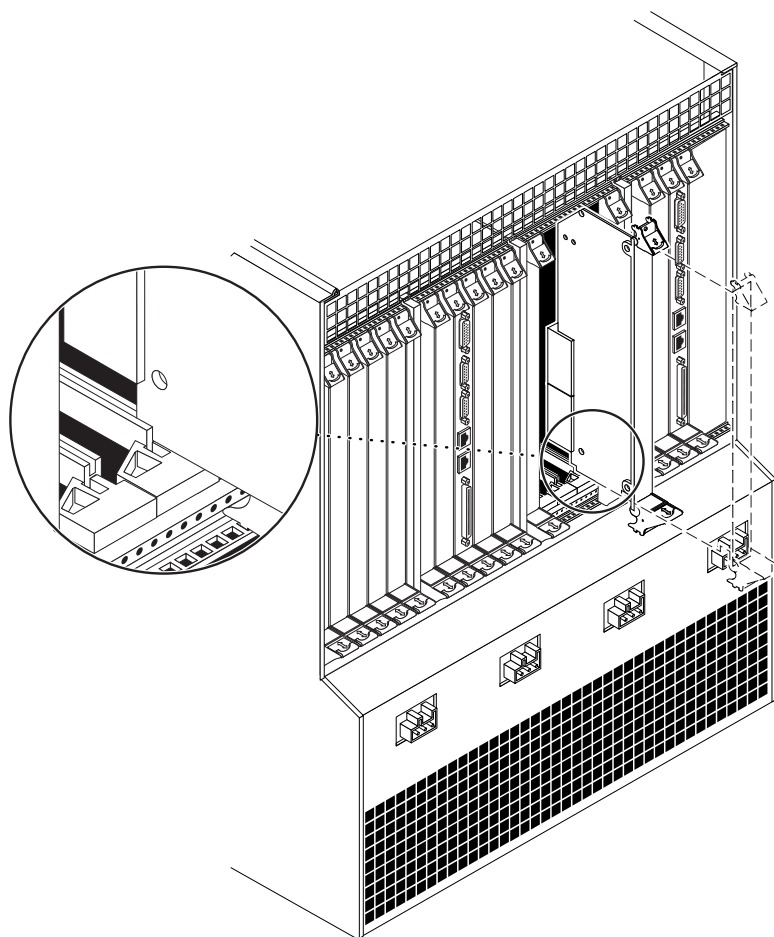

FIGURE 4-10 Alignement de la carte sur les fentes de l'emplacement de carte arrière
5. Tout en la maintenant verticale, glissez la carte de branchement arrière E/S dans l'emplacement, entre les deux guides (FIGURE 4-10).